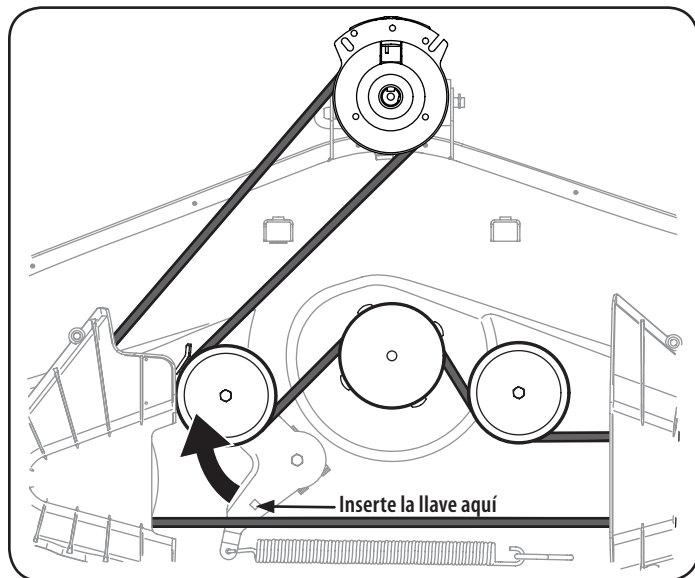

Figura 28
- Trabajando en el lado derecho del tractor, inserte una llave de trinquete de 3/8", regulada para ajustar, en el orificio cuadrado del soporte intermedio. Vea la Figura 28.
- Utilice la llave para girar hacia adelante la polea de transmisión de la plataforma. Vea la Figura 28. **57**